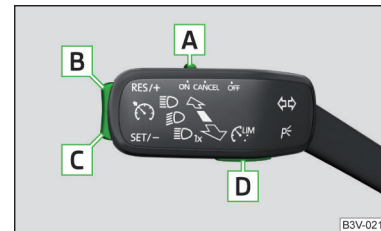

Abb. 289
Übersicht der Bedienungselemente der GRA » Abb. 289
- ▶ Durch das Betätigen der Taste **D** » Abb. 289.
- Durch das Betätigen der Taste  » Abb. 289 während der Regelung wird diese abgebrochen und es wird der Geschwindigkeitsbegrenzer aktiviert.